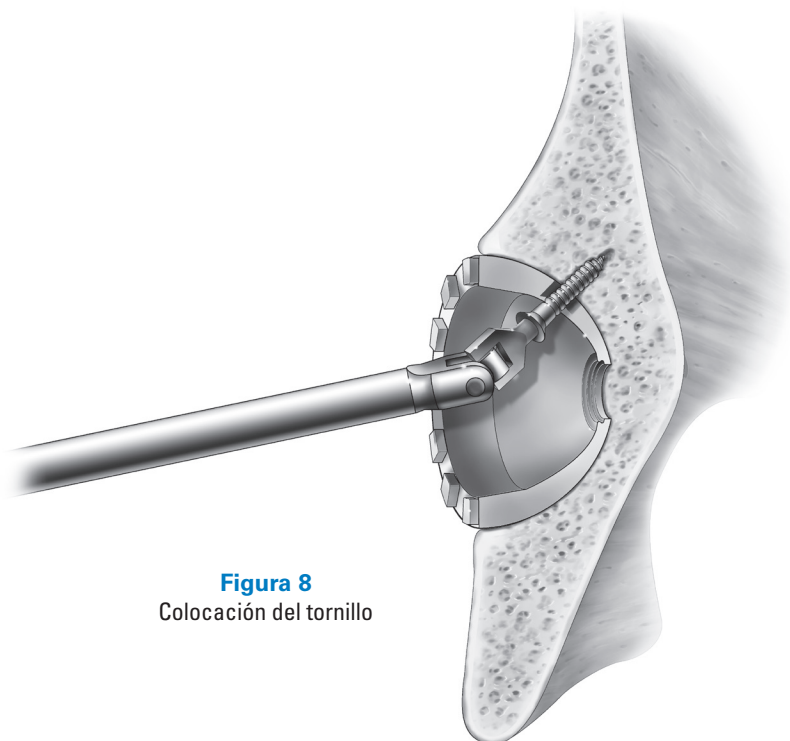

Figura 8
Paso 4. Determine la longitud del tornillo observando el indicador de profundidad en el cuerpo del medidor de profundidad flexible. Ensamble el **mango de carraca** (T6162) en el **destornillador universal de 3,5 mm** (T6161) (para tornillos óseos de 6,5 mm) o el **destornillador de 2,5 mm con conexión en bayoneta** (T6117) (para tornillos para el anillo periférico de 4,5 mm). Con el tornillo en la **pinza portatomillos** (105-02-01) inserte el tornillo óseo apropiado con cuidado de que se asiente completamente (*Figura 8*). Los orificios del cotilo acetabular permiten unos $\pm 11^\circ$ de angulación para que el tornillo se asiente adecuadamente. Si el tornillo no está bien asentado, puede haber atrapamiento con el mecanismo de fijación del inserto acetabular acoplado. Si se encuentra hueso extremadamente duro, se puede usar la **terruja ósea de 6,5 mm con conexión en bayoneta** (T6119), después de brocar para un tornillo óseo de 6,5 mm.